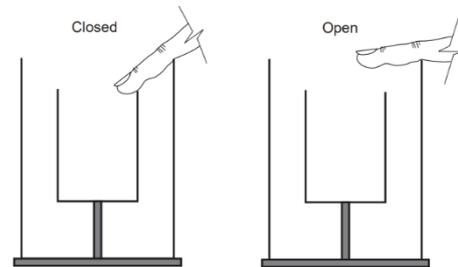

Figura 01: Aterramento da gaiola de Faraday.
- Aterre a gaiola de Faraday e os discos geradores de carga (encostando-os nos dedos ou na palma da mão conforme ilustrado na Figura 01, no caso do eletrometro é possível utilizar o botão “ZERO”);